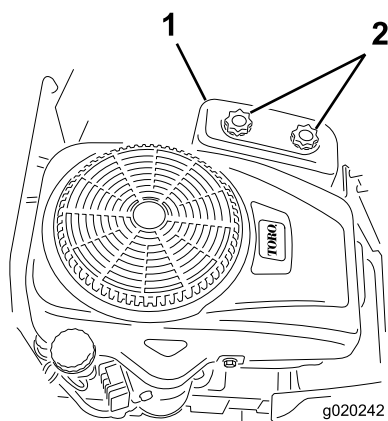

Figura 26
4. Togliete il coperchio del filtro dell'aria svitando le 2 manopole (Figura 26).